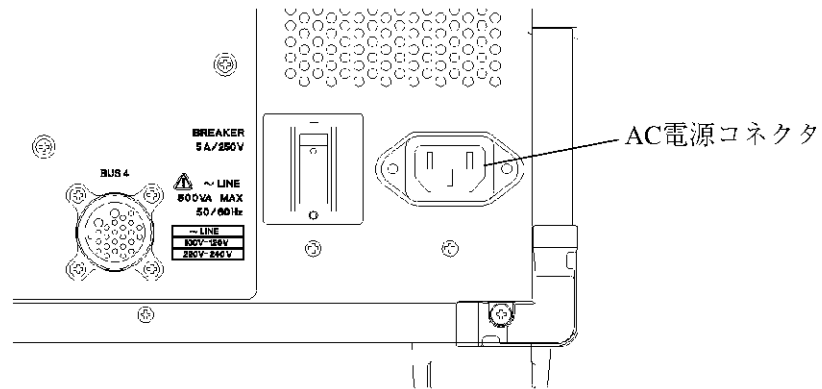

図 3-10 電源ケーブルの接続
2. 本器背面パネルのAC電源コネクタと、保護接地端子を備えた3極電源コンセントを付属の電源ケーブルで接続します(図3-10を参照)。